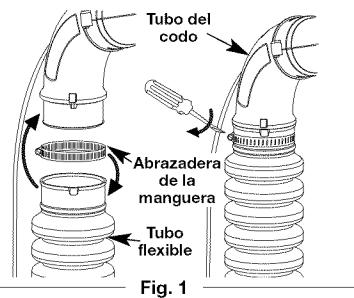

Fig. 1
- Coloque una abrazadera de manguera sobre el extremo del tubo flexible (Fig. 1).
- Deslice el extremo de la flexión con la abrazadera en ella sobre el tubo del codo y apriete el tornillo en la abrazadera de manguera (Fig. 1).